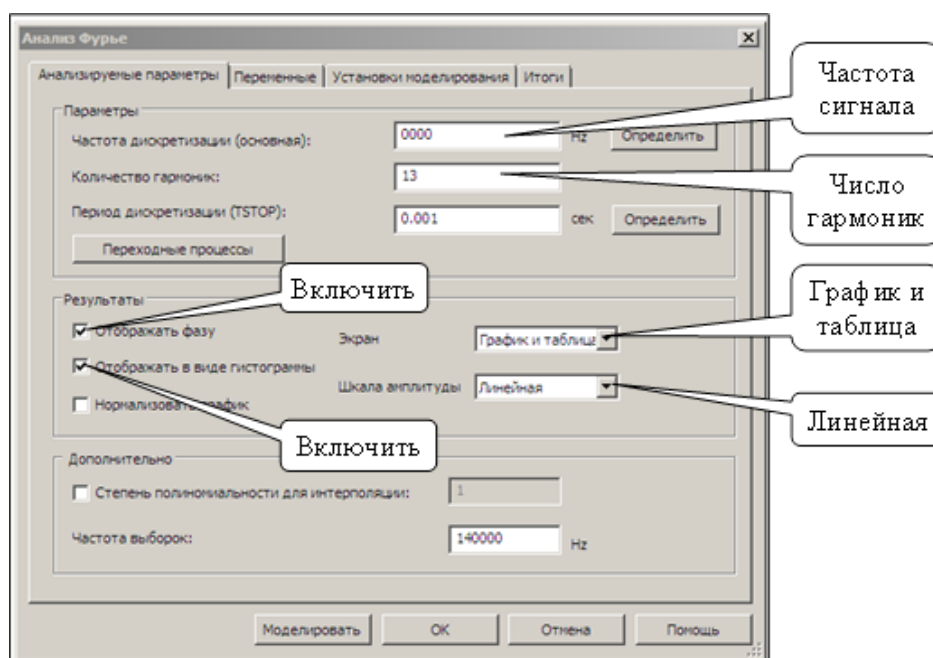

Рис. 7. Настройка вкладки «Анализируемые параметры» диалогового окна «Анализ Фурье»
- на вкладке «Анализируемые параметры» внести исходные данные в соответствии с рис. 7;